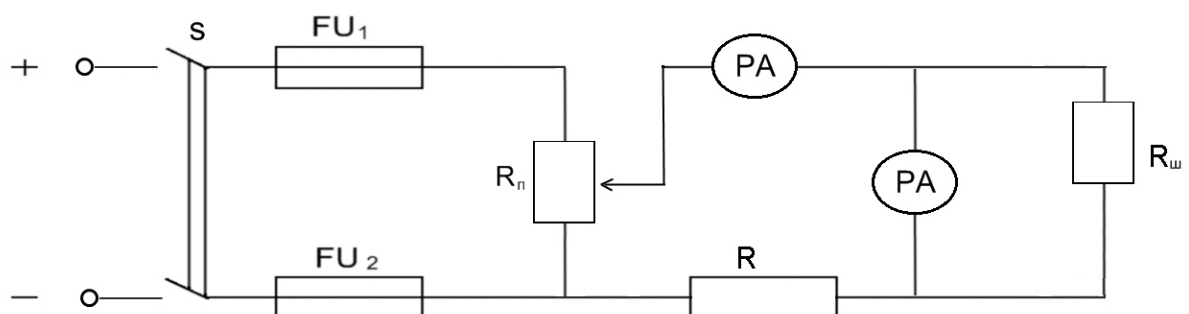

Рис. 2 Принципиальная схема включения амперметра в цепи
17. Собрать электрическую цепь согласно предложенной схеме (рис. 2).